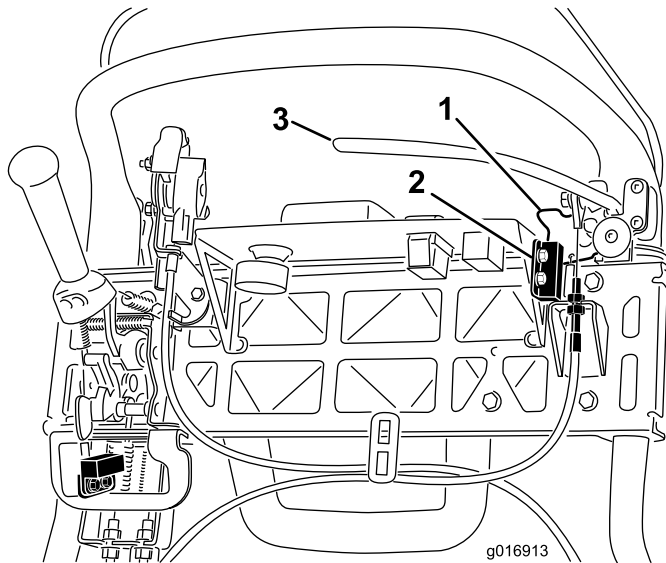

Figura 40
4. Afloje las fijaciones de montaje del interruptor de seguridad (Figura 40).
5. Coloque un suplemento de 1,6 mm de grosor entre el seguro del freno de estacionamiento y el interruptor de seguridad (Figura 40).
4. Para aumentar la tensión del cable, afloje la contratuerca superior del cable y apriete la contratuerca inferior (Figura 40) hasta que se requiera una fuerza de 156 N aplicada a la palanca de freno para quitar el seguro del freno de estacionamiento. No apriete demasiado, porque la cinta del freno puede agarrarse.